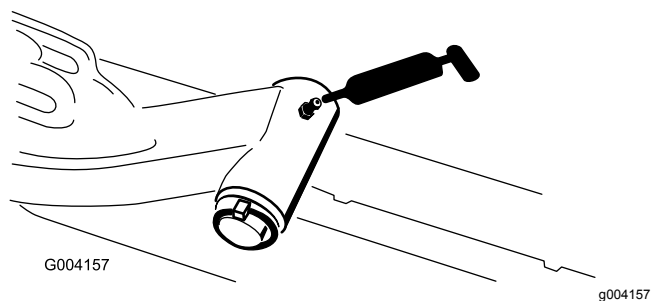

図 30
- 昇降アームのピボットシャフト各アームに1ヶ所一 図 30